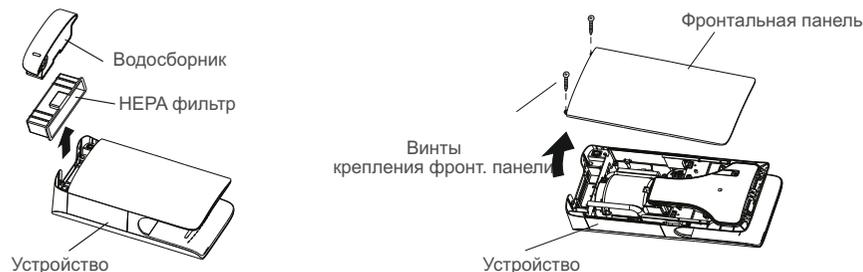

Рисунок 7
4. Открутите 2 винта и снимите фронтальную панель, потянув за нижний край, освободив панель от верхних защелок. (Рисунок 7).